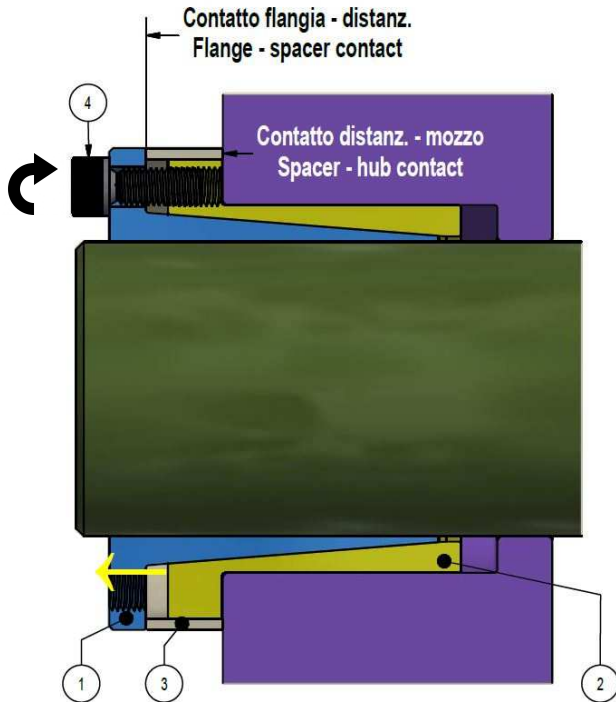
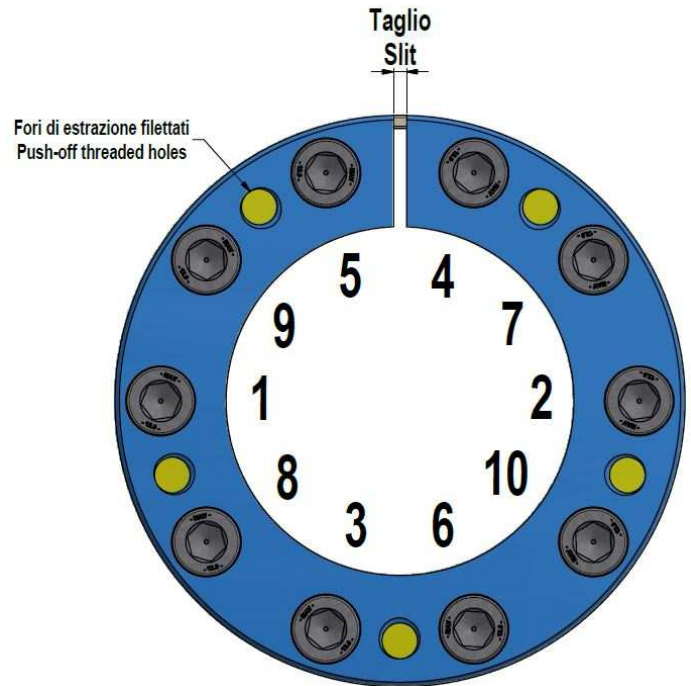

Fig. 3. Pre-serraggio.
Fig. 4. Esempio di schema di serraggio.
4. Avvitare manualmente le viti, secondo uno schema a croce, partendo da una posizione a circa 90° rispetto al taglio (fig. 4), fintanto che **l'anello distanziale è in contatto stretto con la flangia dell'anello interno e la faccia del mozzo** (fig. 3) e fino al recupero completo dei giochi di accoppiamento con albero e mozzo, che risulteranno leggermente bloccati. Al contempo, assicurarsi che il mozzo sia allineato correttamente, utilizzando un comparatore. **Un corretto centraggio del mozzo, fin dall'inizio del montaggio, è essenziale per ottenere un corretto centraggio a montaggio completato.**
5. Usare una chiave dinamometrica, regolata ad una coppia maggiorata di circa il 5% rispetto alla coppia di serraggio (Ma) di catalogo, o ridotta entro il limite consentito. **Avvitare progressivamente le viti in più passate, secondo uno schema a croce (fig. 4), serrando di ¼ di giro circa ad ogni passata, fintanto che non sia più possibile serrare di ¼ di giro.** Partire con una vite posizionata a circa 90° rispetto al taglio (fig. 4); le viti adiacenti al taglio vanno serrate in sequenza.